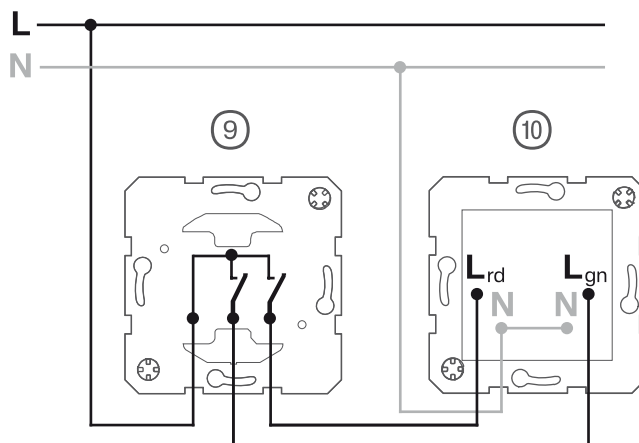

Fig. 3: Anslutningsexempel LED-signallampa, rött/grönt ljus
- ① Anslut LED-lampan enligt exemplet i (Fig. 3). I stället för kronomkastare (9), som kan användas för att byta båda färgerna separat, kan en trappströmställare också användas för att möjliggöra en enkel växling av båda färgerna:
- ② Montera insatsen (10) i en apparatdosa. Anslutningsklämmorna måste vara placerade nertill.